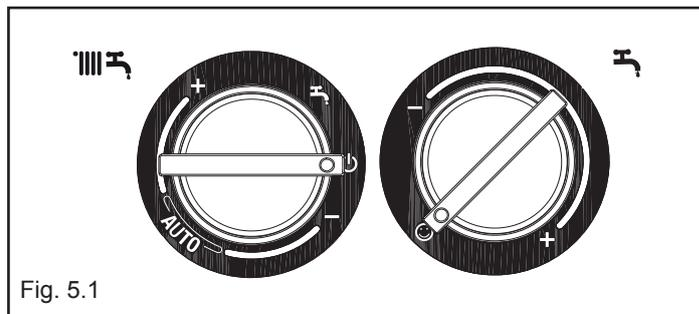

Fig. 5.1
- Portare il selettore di funzione su  per spegnere la caldaia (fig. 5.1)
- Ruotare il selettore regolazione temperatura acqua sanitario nella posizione funzione analisi combustione  (fig. 5.1).